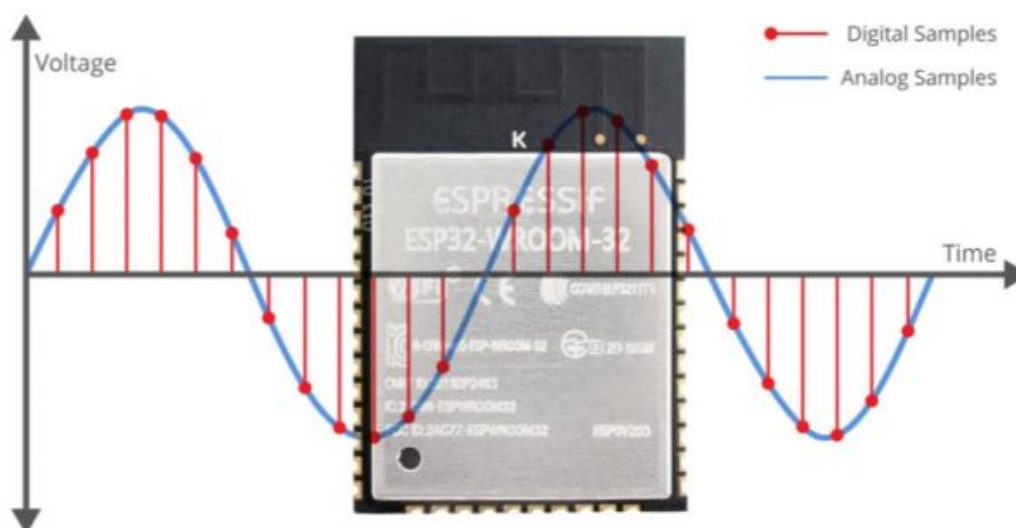

Figura 1 - ESP32 ADC.
- Cada ESP32 pode ter até 6 % de diferença nas leituras, boa parte devido à tensão de referência (V_{ref}) do ADC haver grande variação (1000 - 1200 mV). Essa variação na V_{ref} ocasiona leituras diferentes entre os chips, veja na figura 1 abaixo a comparação de 2 ESP32 com V_{ref} diferentes.